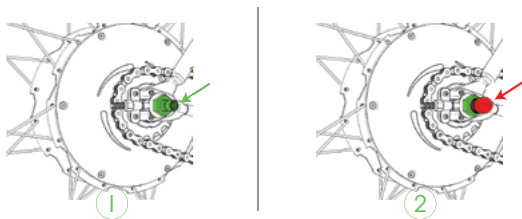

Figure 1: Charge à 6 broches connecteur (1) et capot de protection (2)
- N'UTILISEZ PAS le vélo sans les capots de protection du connecteur de charge (voir Figure 1). La garantie est annulée si le vélo est utilisé sans protéger le connecteur.
- Si votre BIKE all in one est équipé d'un connecteur 6 broches (voir Figure 1), veillez à insérer correctement la fiche du chargeur 6 broches dans le connecteur 6 broches. Sinon, des courts-circuits peuvent se produire. La garantie est annulée si le chargeur n'est pas inséré correctement. Ne court-circuitez pas la broche du connecteur de charge.